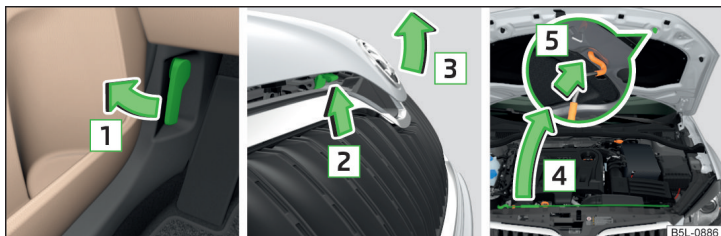

Fig. 158 Ouvrez le capot moteur
- Ouvrez la portière avant et tirez sur la manette de déverrouillage en dessous du tableau de bord dans le sens de la flèche 1 » fig. 158.